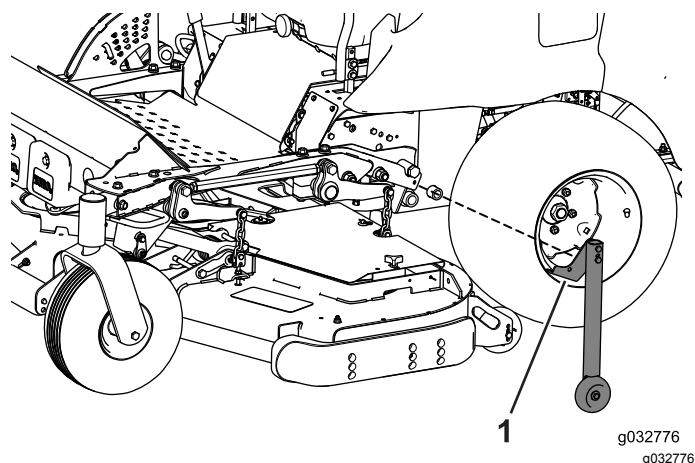

Figure 129
1. Déposez les galets de conversion de chaque côté du cadre d'été (Figure 129).